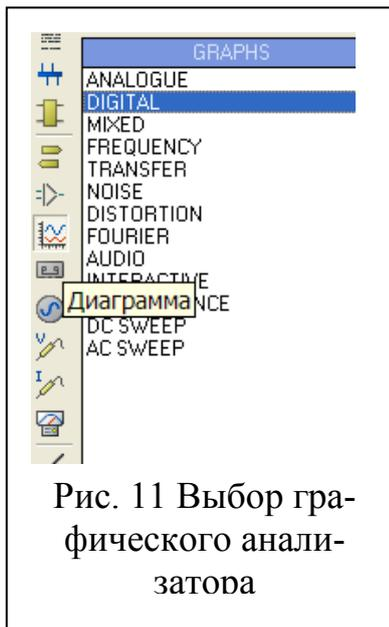

Рис. 11 Выбор графического анализатора
**А. Выбор анализатора** осуществляется из **боковых пиктограмм**: «**Диаграмма-GRAPHS-DIGITAL**» (рис. 11). После выбора анализатора, на поле чертежа мышью с нажатой левой кнопкой «рисуются» в подходящем месте «**контур прибора**», завершаясь повторным щелчком левой кнопки мыши.